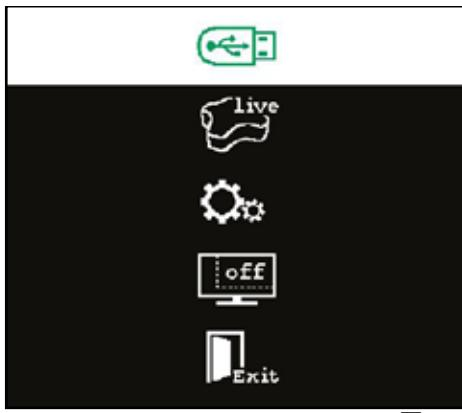
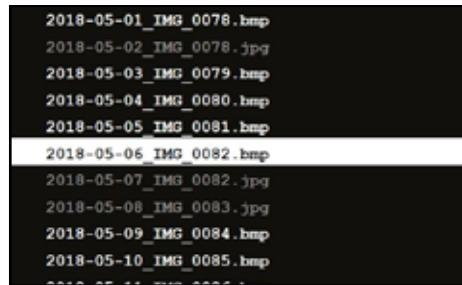

图20
图21
- ⇒ 在分屏主菜单（图20）或分屏子菜单（图21）中选择USB闪存盘。
⇒在分屏子菜单选择屏幕截图项（图21）。